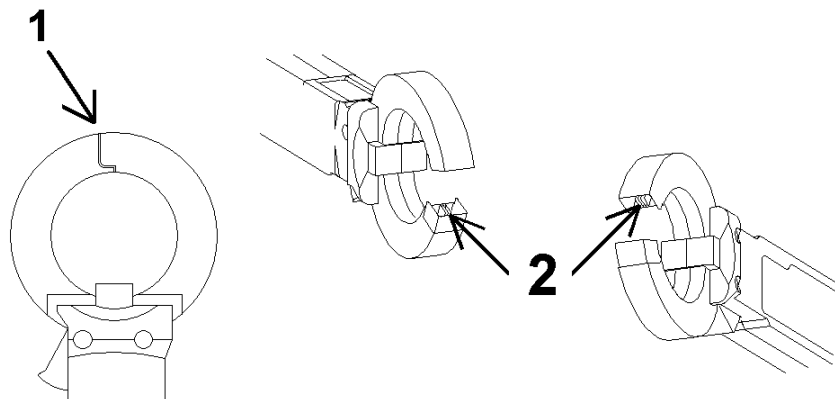

Bild 5
- Die Backen Bild 5 (1) der Ableitstrommesszange müssen sich ohne Kraftaufwand schließen lassen. Die Metalllamellen Bild 5 (2) dürfen nicht verbogen oder beschädigt sein!
- Beim Schließen müssen sich die Zangenbacken Bild 5 (1) ohne Kraftaufwand schließen, da sonst die Metalllamellen Bild 5 (2) beschädigt werden können.